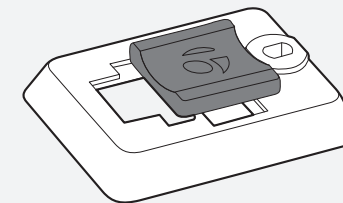

Figure 16. Coussinet inséré dans la base du compteur.
1. Insérez le coussinet en caoutchouc avec le logo à l'arrière de la base du compteur (Figure 16).